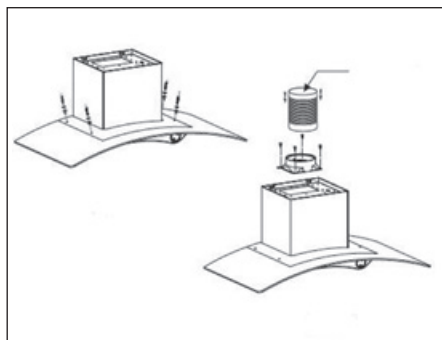

Рис. 9.3
4. Установите декоративное стекло (если оно было снято) (рис. 9.3).
5. Установите антивозвратный переходной клапан (если он не установлен) (рис. 9.3).